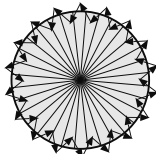

FIG.22
- Caminhe desde o exterior na transversal em relação ao padrão do detetor até o LED acender por aprox. 2 seg. indicando que o movimento foi detetado (Consulte a FIG. 22).